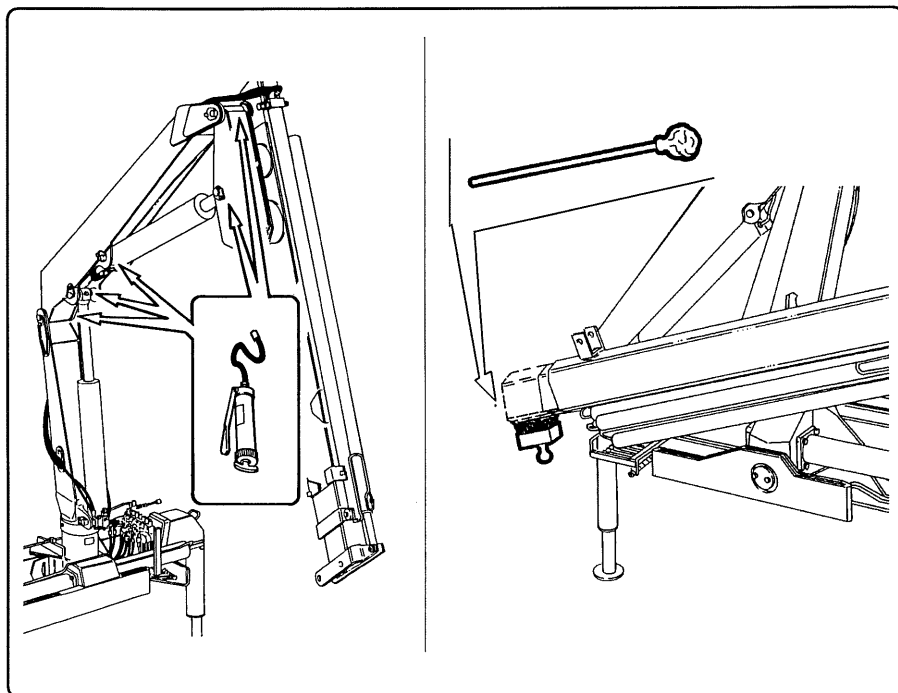

fig. 8.14.1
8.5.5 - Ingrassaggio dei perni d'incernieramento (fig. 8.14.1)
8.5.5 - Greasing the hinge pins (fig. 8.14.1)
8.5.6 - Ingrassaggio pattini di scorrimento (fig. 8.14.1)
8.5.6 - Greasing the sliding pads (fig. 8.14.1)